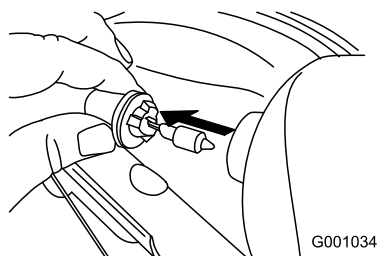

Figure 57
3. Sortez directement l'ampoule de l'arrière du phare (Figure 57).